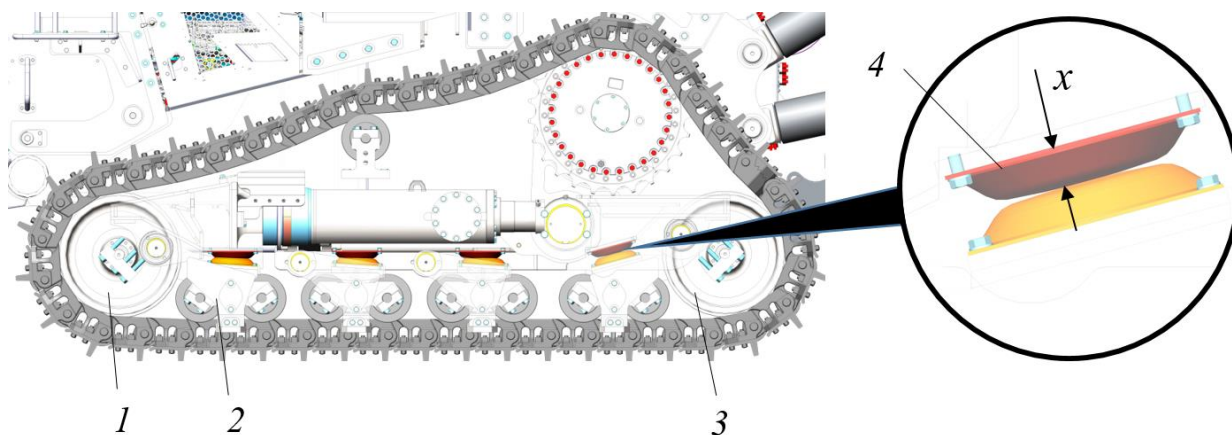

Рисунок 5.155. Демпферные подушки
- ▶ Передним колесом 1 наехать на возвышенность, добиться чтобы кареточный узел поз. 2, рис. 5.155 и гусеница опустились под своим весом вниз, обеспечив доступ к подушкам 4.
- ▶ Измерить высоту подушки x , рис. 5.155. Высота новой подушки 46,7 мм. Если измеренная высота подушки меньше 42,7 мм, ее необходимо заменить.